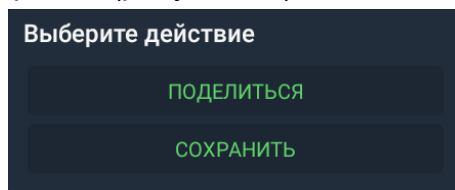

Рисунок 27 – Выбор способа сохранения файла
3.6.5.7 После того как файл был загружен, нажмите кнопку поделиться () и выберите способ сохранения файла (рисунок 27).